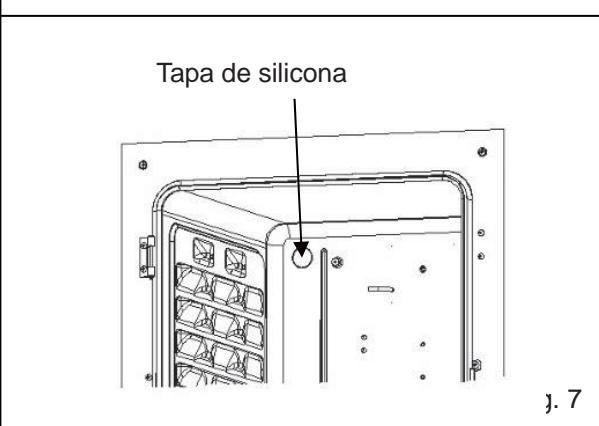
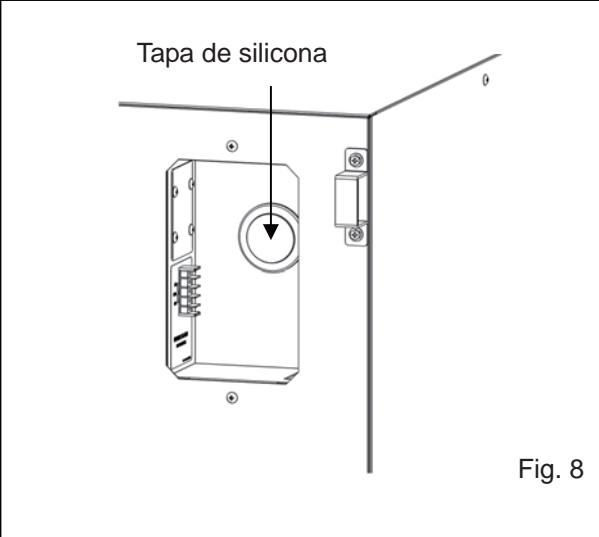

Fig. 7
Fig. 8
- Retire las tapas de silicona para el puerto de acceso desde el interior (Fig. 7) y exterior (Fig. 8).